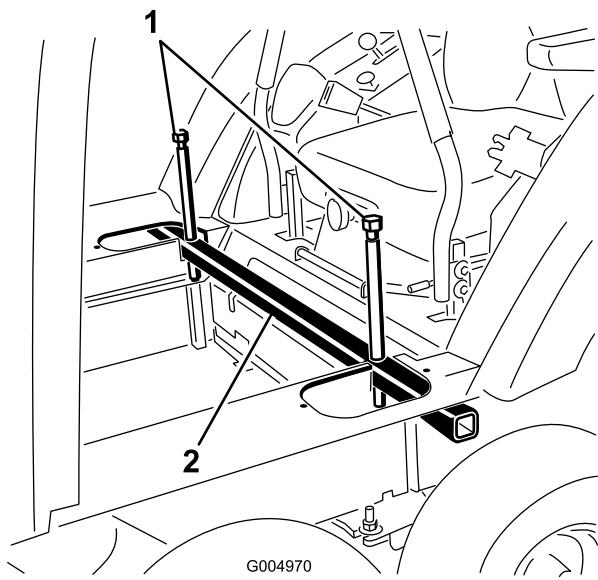

Рисунок 113
36. Опустите кабину на свое место, медленно и равномерно ослабив подъемные болты с каждой стороны подъемной трубы (Рисунок 113).